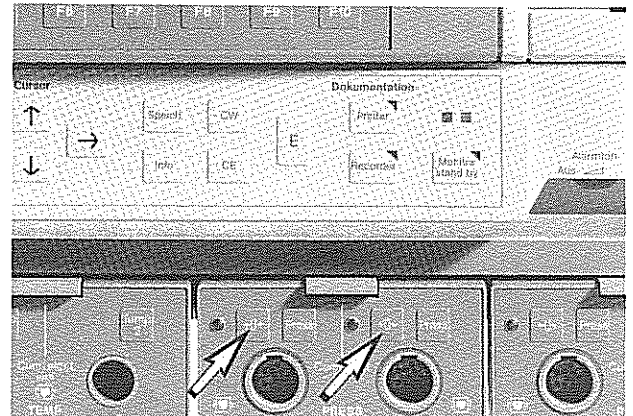

Bild 2
- * Führen Sie den Nullabgleich durch, indem Sie die Taste  am Druckmodul mindestens 1 s lang drücken (Bild 2).